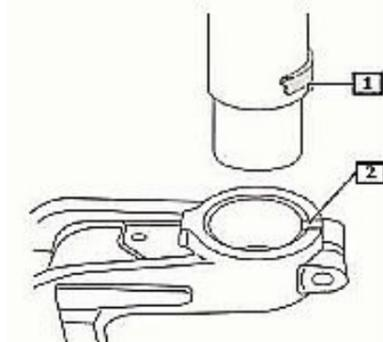

Fig. 4
- **Fig. 4** Auf richtige Positionierung (1/2) des Federbeins zum Achsschenkel achten.
- **Fig. 4** Make sure the suspension strut is positioned correctly with respect to the steering knuckle (1/2).
- **Fig. 4** Respecter le bon positionnement (1/2) de la jambe de force par rapport à la fusée d'essieu.
- **Fig. 4** Prestar atención a que el amortiguador quede en la posición correcta (1/2) con respecto al cuello del eje.